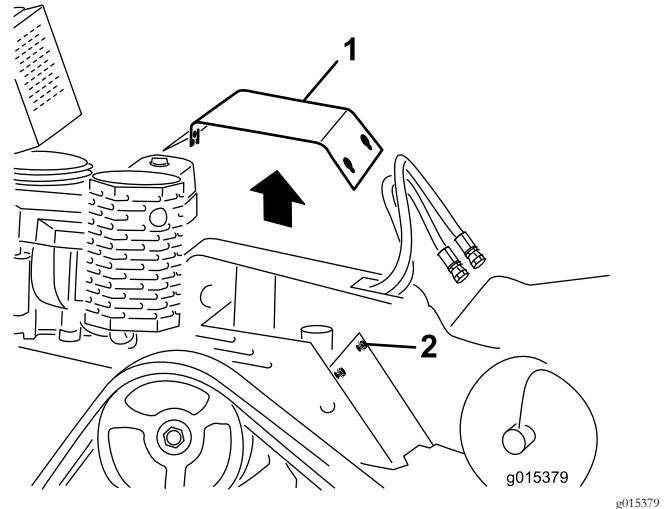

Figura 8
- Afloje el perno trasero (3/8" x 1") y los 2 pernos delanteros (3/8" x 1 1/2") que sujetan la tapa superior a la máquina, y retire la tapa (Figura 8).
- Sujete la tapa superior a la máquina (Figura 8) y apriete los 3 pernos (3/8" de diámetro) a 38–45 N m.